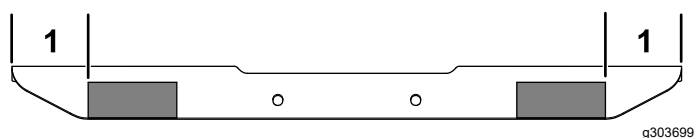

Figure 14
4. Appliquez le ruban réfléchissant jaune sur le support transversal d'éclairage en respectant les dimensions indiquées à la Figure 14.